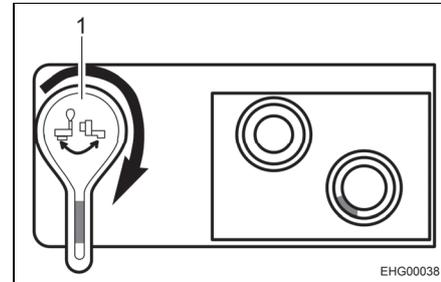

Fig. 69 Llave de desagüe, abierta
- Abrir la llave de desagüe. Para ello, girar la palanca de la llave de desagüe 90° en sentido de las agujas del reloj (véase Fig. 69,1).